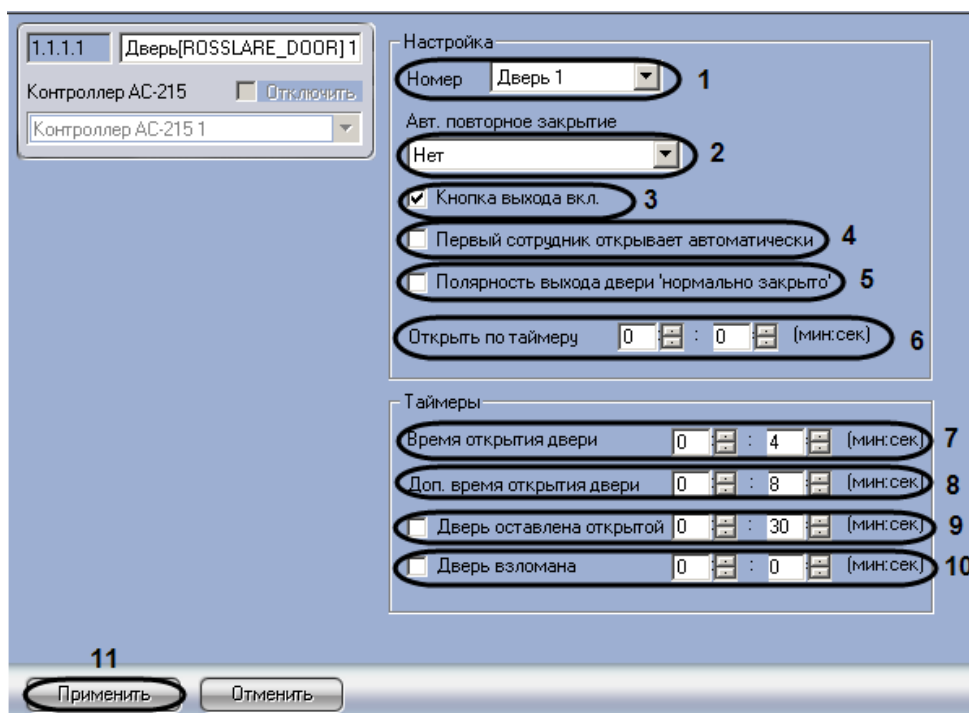

Рис. 3.5—6 Панель настроек объекта **Дверь**
2. Из раскрывающегося списка **Номер** выбрать адрес двери (см. Рис. 3.5—6, 1).
3. Из раскрывающегося списка **Авт. повторное закрытие** выбрать режим закрытия двери (см. Таб. 3.5—1, Рис. 3.5—6, 2).